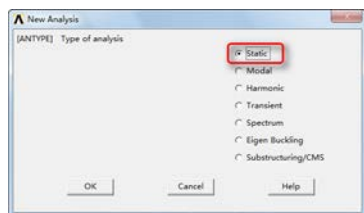

图 9-29 设置分析类型
① 设定分析类型：Main Menu > Solution > Unabridged Menu > Analysis Type > New Analysis，弹出“New Analysis”对话框，如图 9-29 所示，单击“OK”按钮接受默认设置（Static）。